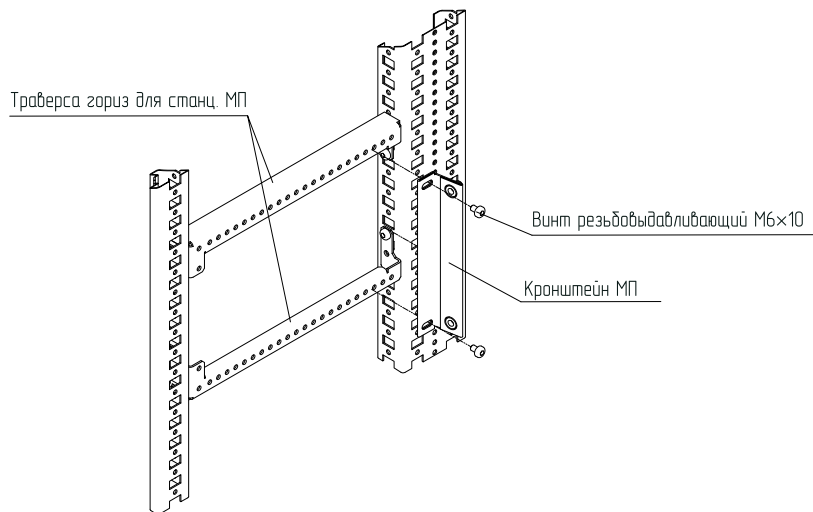

Рисунок 4
4.1.3 Приложить кронштейн МП к траверсам горизонтальным для стационарных МП и закрепить винтами М6×10 (рисунок 4). Момент затяжки – 7 Н·м.